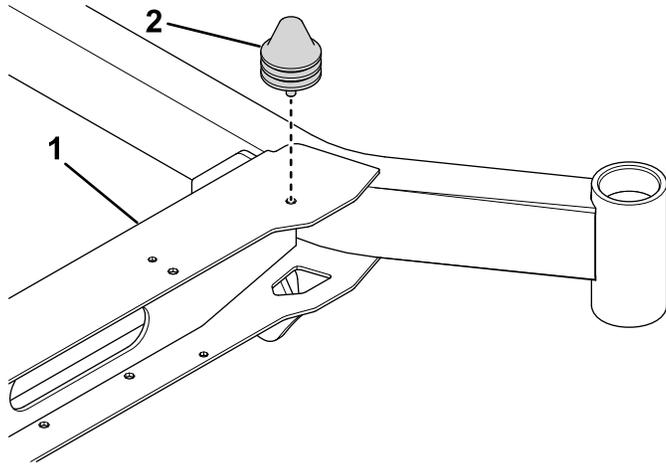

Figura 1
2. Retire el parachoques del travesaño, tal y como se muestra en la Figura 1.